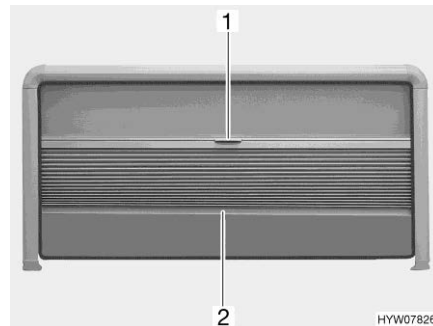

Fig. 67 Tendina oscurante pieghevole e zanzariera a rullo (finestra apribile)
- Afferrare la tendina oscurante pieghevole al centro dell'asta di chiusura (Fig. 67,2) e tirare delicatamente verso il basso.
- Tenere la parte centrale dell'asta di chiusura (Fig. 67,2) della tendina oscurante pieghevole e spingere quest'ultima verso l'alto con cautela.
- Tirare la zanzariera a rullo verso il basso utilizzando la maniglia (Fig. 67,1).
- Spingere la zanzariera a rullo completamente verso l'alto utilizzando la maniglia (Fig. 67,1).